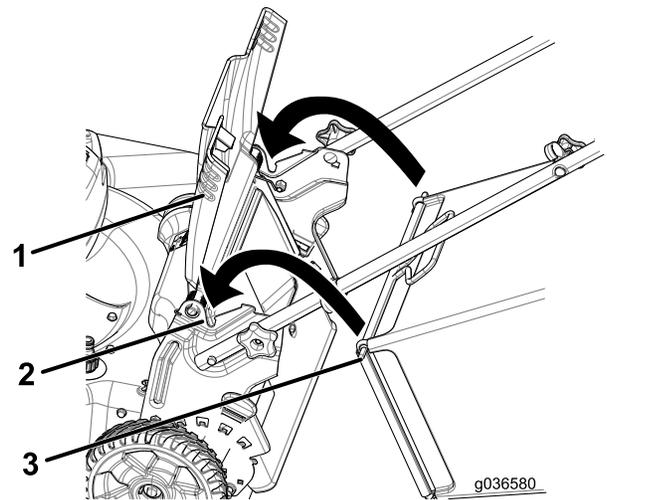

Рисунок 19
1. Поднимите и удерживайте задний дефлектор (Рисунок 19).
2. Установите травосборник и убедитесь, что его стержни вошли в пазы на рукоятке (Рисунок 19).